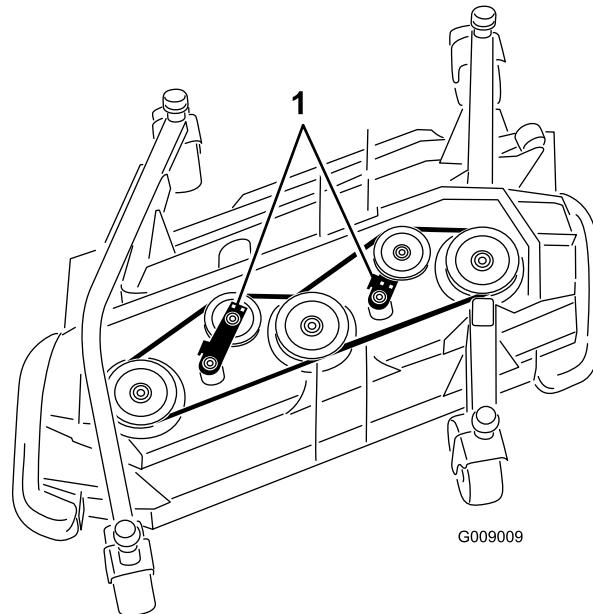

Figura 79
3. Usando una llave de carraca u otra herramienta similar, aleje las poleas tensoras (Figura 79) de la correa de transmisión para aliviar la tensión de la correa y poderla retirar de las poleas.